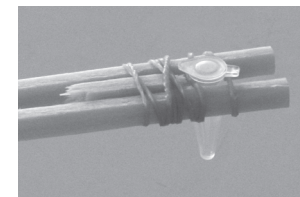

図2 割りばしに挿しこんだチューブ
(1) PCR
- ① 必要な試薬をマイクロピペットで PCR チューブに取る。
- ② 割りばしと輪ゴムを用いた器具に PCR チューブを挿しこむ(図 2)。チューブに持ち手をつけることで、やけどを防ぎ、水槽の移動もスムーズになる。